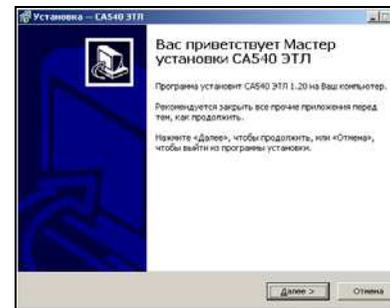

Рисунок 8.1
1) Включите ПК и начатъ установку программы "CA540 ЭТЛ", для чего из папки "CA540 ЭТЛ", размещенной на инсталляционном диске, входящем в комплект поставки, запустить исполняемый файл **setup\_CA540\_ETL\_xxx.exe** (xxx – версия программы). На экране появится окно мастера установки CA540 ЭТЛ (рисунок 8.1).